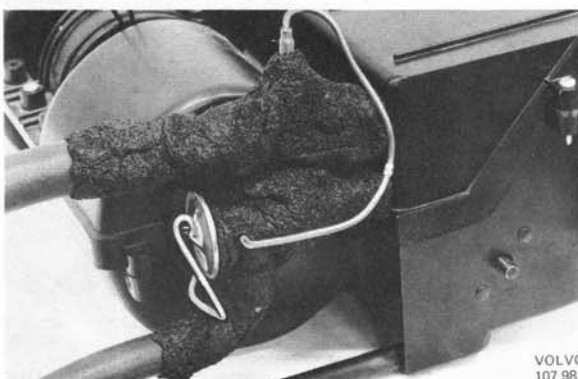

Abb. 31 Abisolierung von Expansionsventil und Auslaufstutzen, früh. Ausf.
13. Expansionsventil und Verschraubungen gut abisolieren, so daß alle freien Metallflächen mit Isolierung beschichtet werden (Abb. 31).